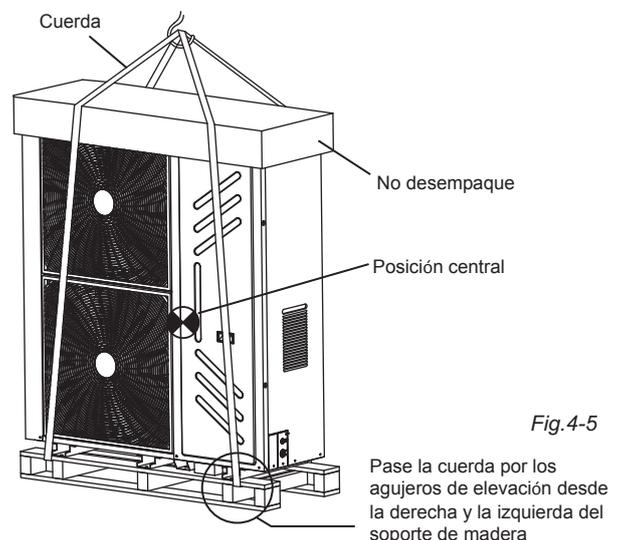

Fig.4-5
- 2) Mantenga siempre la ud. en posición vertical al moverla. Si la ud. hay que inclinarla para colocarla en su sitio, procure que la inclinación no supere los 30°. Consulte la Fig.4-5. Realice los trabajos de movimiento y elevación del equipo con mucho cuidado.